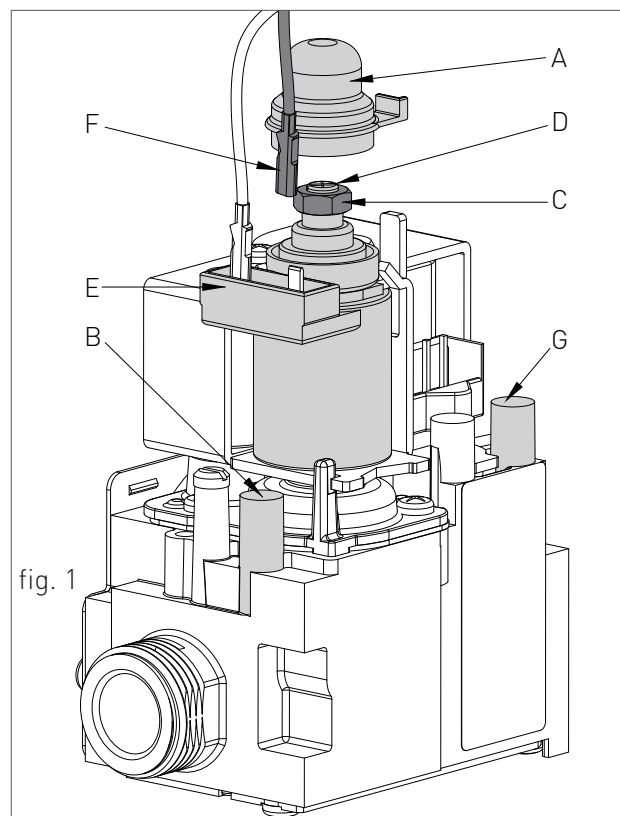

fig. 1
- › allentare la vite nella presa di pressione 'B' (fig. 1) della valvola gas e inserire il manometro.
- › in caso contrario togliere il tappo 'A' (fig.1) e agire con una chiave aperta da 10 sul dado 'C' (fig.1) ruotandolo fino a che il manometro non segni la pressione corretta.
- › scollegare uno dei due fastom 'F' (fig.1) di alimentazione sul modulatore 'E' (fig.1) e verificare che la pressione gas letta sul manometro sia conforme a quanto riportato al capitolo "DATI TECNICI";
- › in caso contrario, mantenendo bloccato il dado 'C' con una chiave aperta da 10, agire con un cacciavite a taglio sulla vite 'D' (fig.1) ruotandola fino a che il manometro non segni la pressione corretta.
- › ricollegare il fastom di alimentazione sul modulatore 'E' (fig.1);
- › rimontare il tappo 'A' (fig.1) sul modulatore nella posizione originale per il corretto funzionamento.